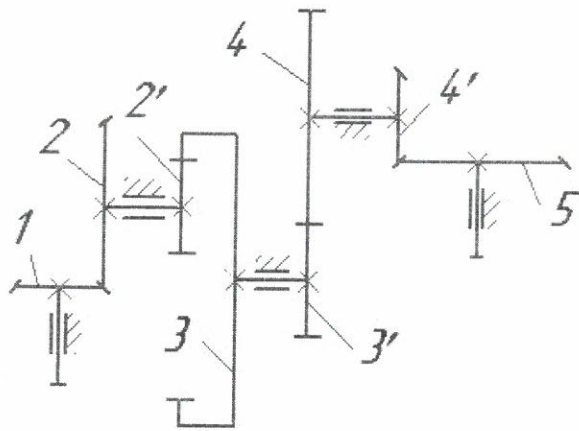

Рис.1
На рис. 1 представлена структурная схема многоступенчатого передаточного механизма (редуктора) с указанием номеров позиций зубчатых колес.
1. Вычертить структурную схему первой ступени передаточного механизма (см. рис. 1) и указать на ней рассчитанные в задаче 1 параметры: U_{12} ; Z_1 ; Z_2 ; n_1 ; n_2 ; T_1 ; T_2 .